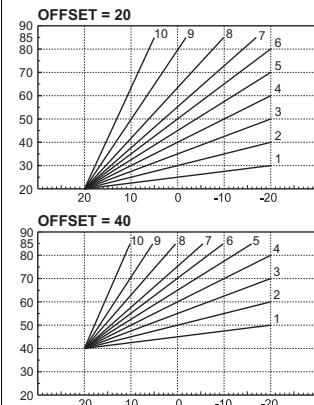

fig. 25- Ejemplo de desplazamiento paralelo de las curvas de compensación
**Offset:** Si se entra en este submenú, es posible realizar el desplazamiento paralelo de las curvas pulsando las teclas **+** y **— ACS**. Véase la fig. 25 para las características.